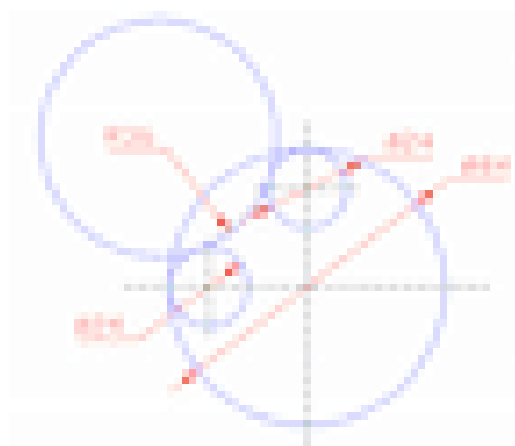
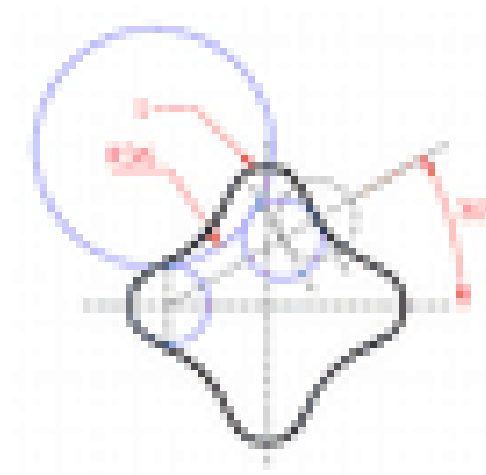
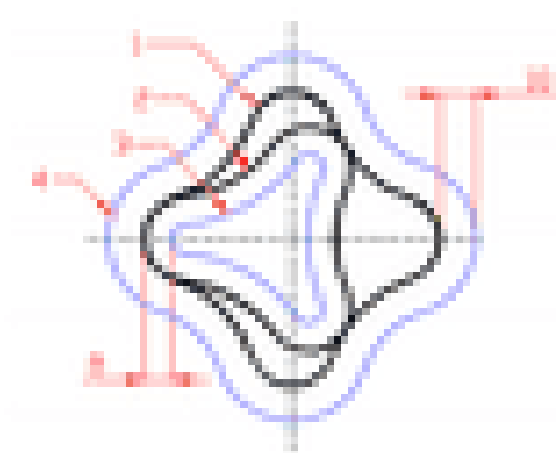
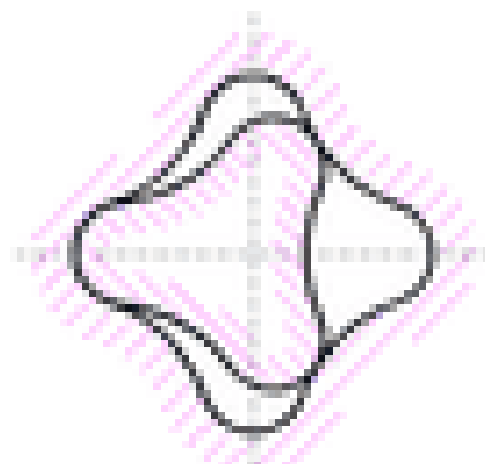

Рис. 2.
Рис. 3.
Рис. 4.
Рис. 5.
14. Самостоятельно выполните построения согласно чертежам на рис.2, рис.3, рис.4 и рис.5.
- 14.1. Вспомогательные построения, показанные на рис.2 и рис.3 используются для построения сопряжения двух окружностей другой заданного радиуса. Исполните вспомогательные построения на рис.2 для построения фигуры 1 (см. рис.3,4), а на рис.3 для построения фигуры 2 (см. рис.4).
- 14.2. Фигура 1 на рис.4 получена при помощи команды ПОВТОРЕНИЕ. Для рисования вспомогательных построений использовались команды КОПИРОВАТЬ и Вставить «КРУГ», для точек касания, радиус. Для вспомогательных построений фигуры 2 использовалась команда ПЕРКАЛО.
- 14.3. Для построения фигур 3, 4, показанных на рис.4 воспользуйтесь командой СМЯГЧЕНИЕ.
- 14.4. Штриховку на рис.5 нанесите после знакомства с прикладной работой №5, в которой подробно описан процесс нанесения штриховки.